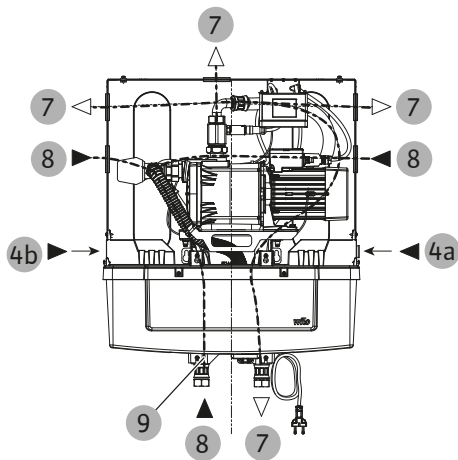

Fig. 14: Hydraulische Anschlüsse
- Anschluss für Brauchwasserverteilung (G 1" Überwurfmutter) (Fig. 14, Pos. 7).
- Leitungswasserrohr (G 3/4") (Fig. 14, Pos. 4 bzw. Kapitel Leitungswasseranschluss drehen ► 25] Pos. 4a oder 4b)
Es wird dringend eine Verbindung mit einem flexiblen Schlauch in Verbindung mit einer Absperrarmatur empfohlen. Die Verbindung zum Nachspeiseventil (Fig. 14, Pos. 4) sollte flachdichtend und mittels Überwurfmutter erfolgen.
- Saugleitung von der Zisterne (G 1" Überwurfmutter) (Fig. 14, Pos. 8) Rohrdurchmesser von mindestens 25 mm (maximal 32 mm) erforderlich. Bei der Prüfung der maximalen Saughöhe sowie des Betriebspunkts der Pumpe sind der geodätische Höhenunterschied zwischen minimalem Wasserstand in der Zisterne und Saugseite der Pumpe sowie die Rohrreibungsverluste zu berücksichtigen.
- Überlaufanschluss (Fig. 14, Pos. 9) für kleine Leckagen mit Überlaufschlauch (bauseits, Ø 19–21 mm Innendurchmesser) (Fig. 2, Pos. 29) verbinden
Der Leitungswasserzulauf (Fig. 1, Pos. 4) ist serienmäßig an der rechten Seite (Fig. 14, Pos. 4a) des Nachspeisebehälters montiert. Zur Erleichterung der Installation ist der Wechsel zur linken Seite (Fig. 14, Pos. 4b) möglich.